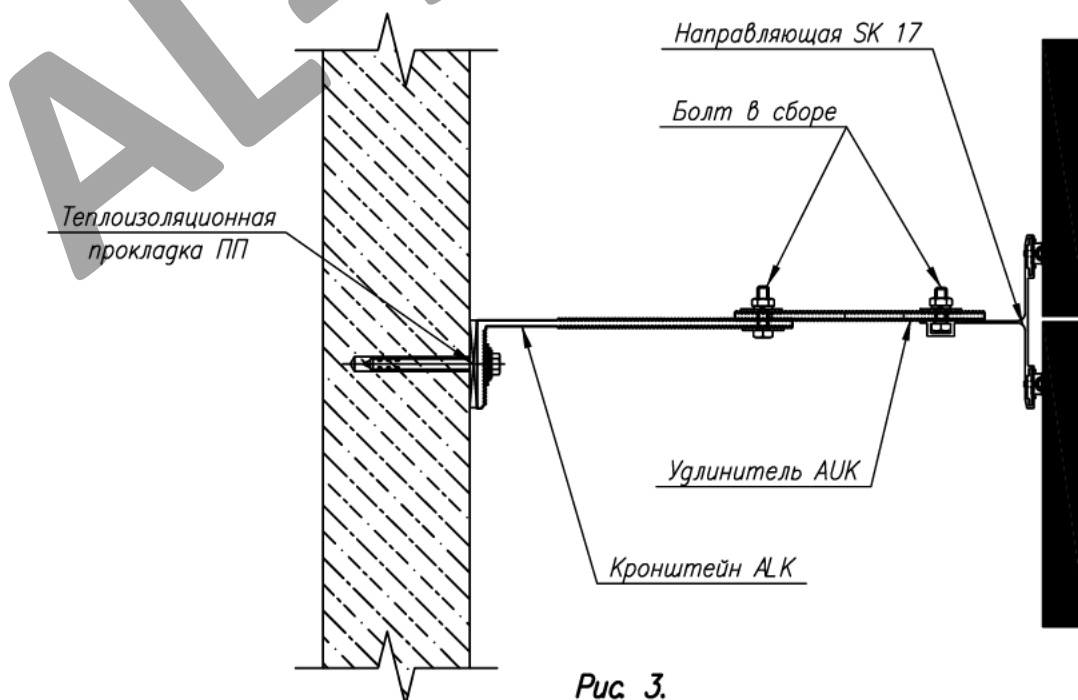

Рис. 3.
I. Вариант крепления направляющей SK 17 / AW 18 с кронштейном ALK. Болт вставляется в специальный паз направляющей SK 17 / AW 18, по типу "ласточкин хвост", по которому свободно перемещается до требуемого положения и пропускается через специальное овальное отверстие кронштейна ALK. Направляющая выставляется в проектное положение. Фиксируется гайкой через шайбу АВ-10 с усилием 50Н, рис.3.
II. Вариант крепления направляющих SK 17 / AW18 через удлинитель AUK с кронштейном ALK. Направляющая крепится к удлинителю кронштейна, затем болт вставляется в специальный паз направляющей SK 17 / AW 18, по типу "ласточкин хвост", по которому свободно перемещается до требуемого положения и пропускается через специальное овальное отверстие кронштейна ALK. Направляющая выставляется в проектное положение. Фиксируется гайкой через шайбу АВ-10 с усилием 50Н, рис.3.